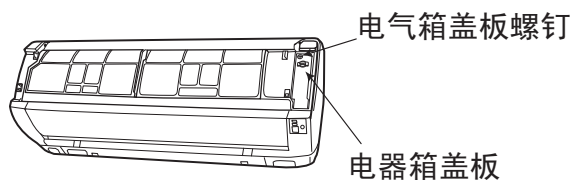

图14-2
(2) 打开面板，拧下电气箱盖板固定螺钉，取下电气箱盖板。（如图14-2）
(3) 电线连接顺序
- 连接电缆连接结束后，用螺钉将接线盖板固定（如图14-2）。
- 然后用手将面框右下角风室下盖板 ③、④ 处的勾子沿箭头相反方向推紧，装上风室下盖板，然后关上面板。